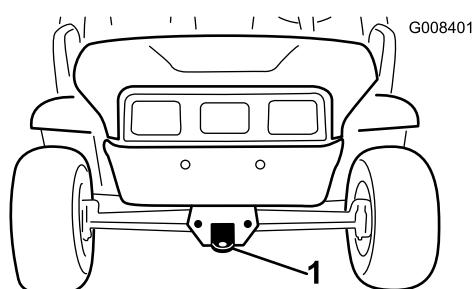
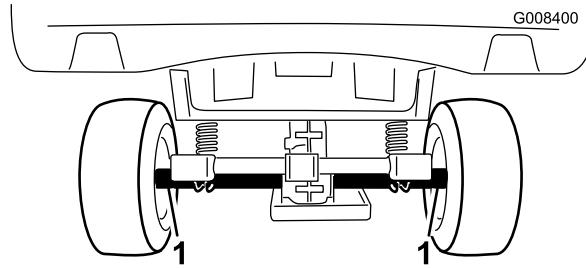

Figura 20
Figura 21
Utilice un remolque para mover la máquina a gran distancia. Asegúrese de que la máquina está firmemente sujetada sobre el remolque. Consulte en Figura 20 y Figura 21 la ubicación de los puntos de amarre.
2. Conecte un cable de remolque al punto de remolque, en la parte delantera del bastidor de la máquina (Figura 20).